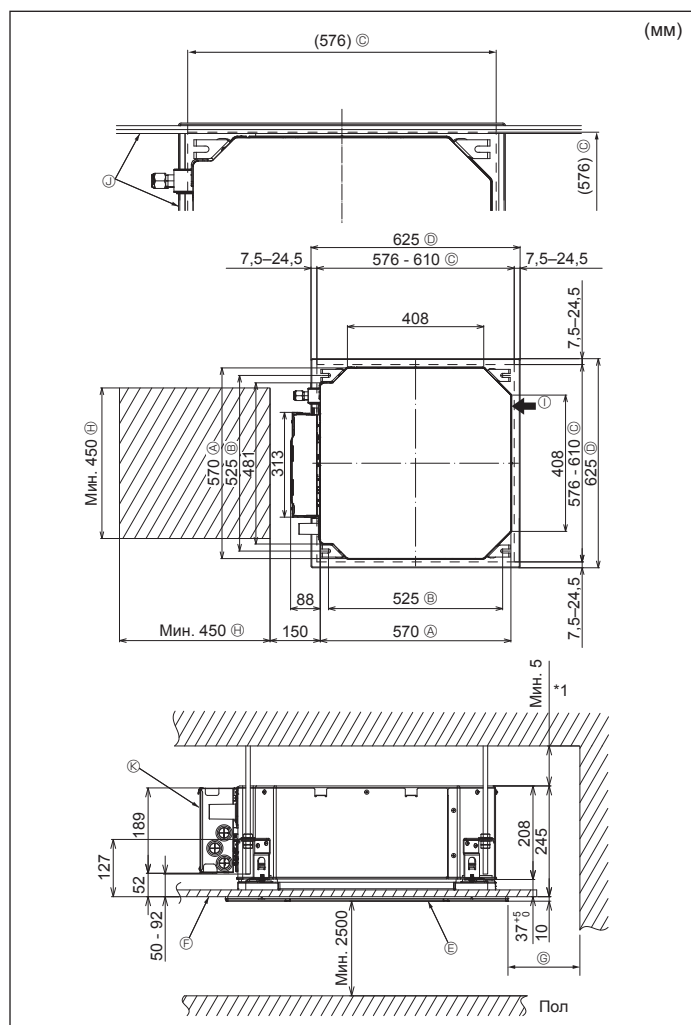

Fig. 4-2
①	Монтажный разметочный инструмент	1
②	Шайбы (с изоляцией) Шайбы (без изоляции)	4 4
③	Покрывте трубы (для соединения трубопровода хладагента) Небольшой диаметр (для жидкости) Большой диаметр (для газа)	1 1
④	Лента (большая) Лента (средняя) Лента (маленькая)	6 2 2
⑤	Дренажное гнездо	1
⑥	Изоляция	1
4.2. Местоположения отверстий в потолке и подвесного болта (Fig. 4-2)